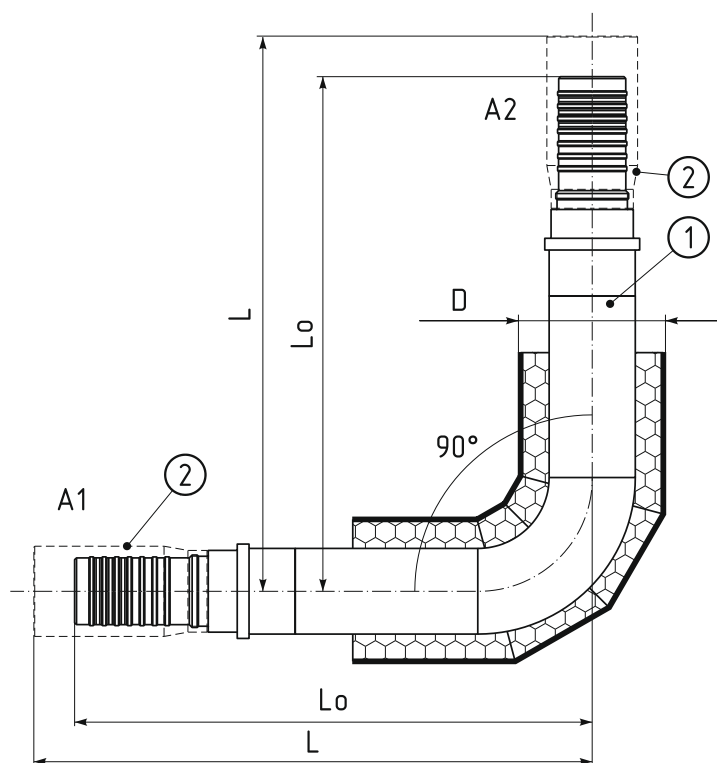

Рис. 2.6.1. Отвод 90гр КОРДФЛЕКС.PRO
- отвод 90гр. КОРДФЛЕКС.PRO (см. рис. 2.6.1) – для труб КОРДФЛЕКС;